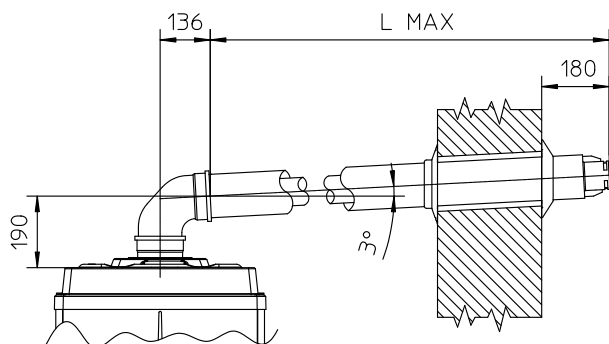

Fig. 1-11
- Lunghezza massima (L MAX) (Fig. 1-11). Il kit con questa configurazione può essere prolungato fino a una *misura max. di 8,0 m per la Victrix PRO 35 e di 14,5 m per la Victrix PRO 55*, compreso il terminale grigliato e la curva concentrica in uscita dalla caldaia.